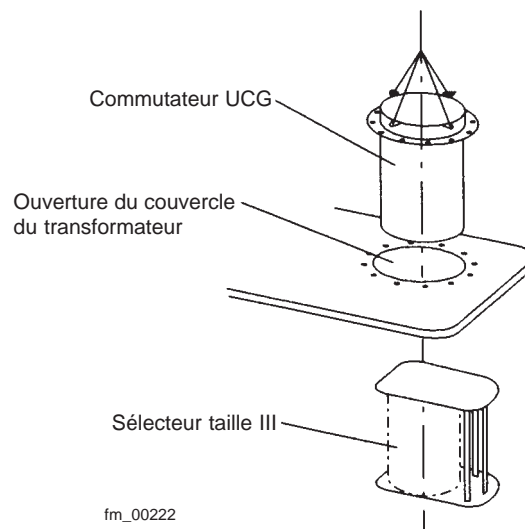

Fig. 11.
3. Soulevez le boîtier du commutateur par l'anneau de levage (voir fig. 3) et le descendre prudemment dans l'ouverture du couvercle du transformateur (voir fig. 11). Placer le boîtier du commutateur en position de montage du système d'arbre extérieur (voir le schéma du transformateur). Les goujons situés sur la bride du couvercle du transformateur doivent s'engager dans les trous de la bride du boîtier du commutateur.